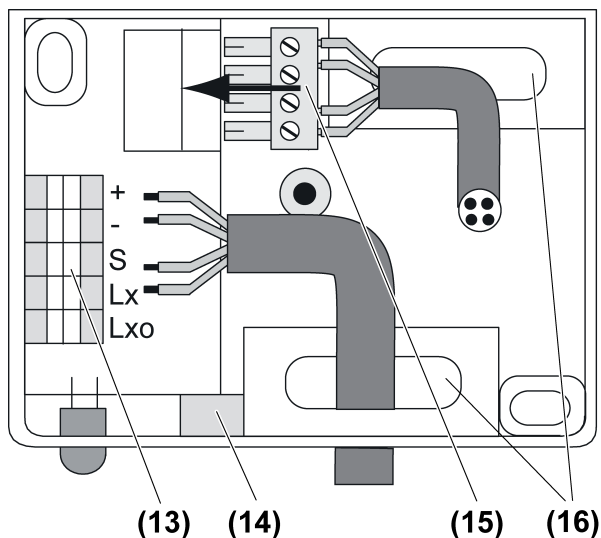

Bild 11: Anschlussdose System-Sensor
- Außer bei Montage in staubigen Räumen Kondenswasserloch (14) öffnen (Bild 11).
- Anschlussleitung durch Gummitülle (16) in den Anschlussraum führen (Bild 11).
- Sensorleitung an Klemmenblock (13) anschließen (Bild 11).
- Sensorstecker (15) auf Kontakte in Anschlussdose stecken (Bild 11).
- Sensorgehäuse auf Anschlussdose aufsetzen und mit Zentralschraube (5) befestigen.